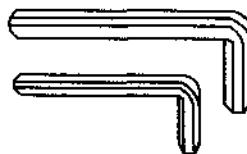

图 1-16 内六角扳手
(4) 内六角扳手 内六角扳手如图 1-16 所示，用于装拆内六角头螺钉。